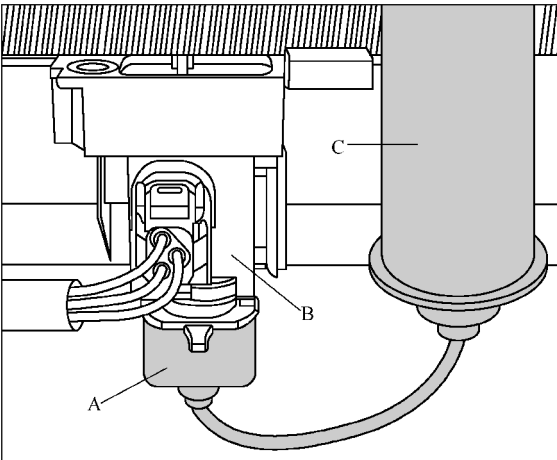

图 8-3-7 将测试气体储存瓶的喷头 A 放在空气质量传感器的空气入口 B 的对面
(1) 在点火开关关闭时,用诊断导线 V. A. S 5051/5A 将诊断仪 V. A. S 5051 连接到汽车的 16 芯诊断插座上。
(2) 起动发动机。
(3) 查询操作与显示单元(Climatronic 控制单元 J255)的故障存储器。
(4) 在操作与显示单元(Climatronic 控制单元 J255)(舒适型)上设定运行模式“Automatic(自动)”。
(5) 在操作与显示单元 (Climatronic 控制单元 J255) 上通过 MMI (多媒体界面) 设定运行模式 “自动车内空气循环运行模式”。
(6) 等待 30s (空气流量传感器 G238 的预热时间)。
(7) 通过诊断仪 V. A. S 5051 选择功能 “读取测量值块”。显示区 “3” 和 “4” 中读取显示分组 “022” 的显示。在显示区 “4” 中显示车内空气循环风门的运行状态, 而在显示区 “3” 中显示空气质量传感器 G238 的信号状态。若显示区 “4” 中的标准值显示 “0” 或 “00”, 不存在 “车内空气循环运行模式” 请求, 空调器处于新鲜空气运行模式。若显示区 “4” 中的标准值显示 “60”, 空调器处于部分车内空气循环运行模式, 速滞压力风门/新鲜空气风门和车内空气循环风门开启。
(8) 如图 8-3-7 所示, 将测试气体储存瓶的喷头 A 放在空气流量传感器的空气入口 B 的对面。